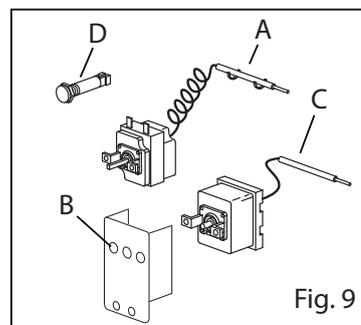

Fig. 9
- Extraer la cubeta del soporte (Fig. 9/A)
- Destornillar el TERMOSTATO del soporte (Fig. 9/B)
- Extraer la cubeta del soporte (Fig. 9/C)
- Montar la nueva lámpara (Fig. 9/D)